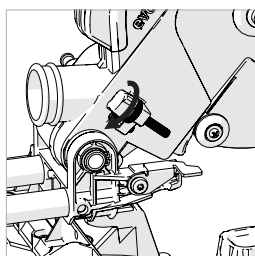

Fig. 26c
- Regolare la vite ad alette **(Fig. 26c)** per limitare la corsa della testa da taglio alla profondità richiesta.